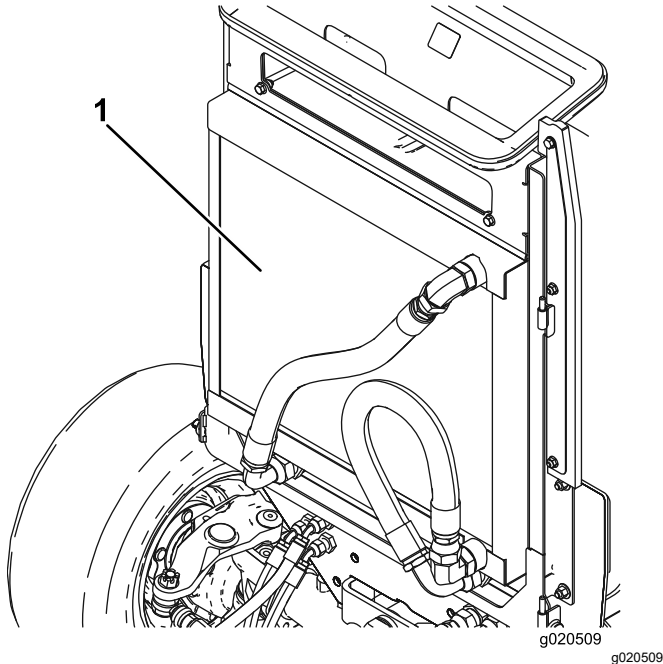

Figura 87
5. Limpie a fondo ambos lados del enfriador de aceite y del radiador con aire comprimido (Figura 87).